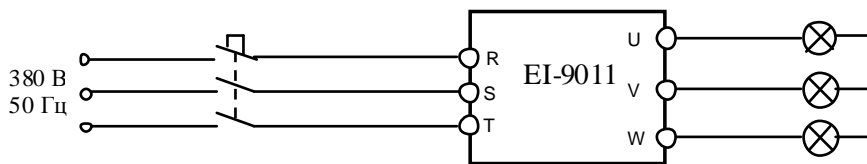

Рис. 4.11. Подключение ПЧ к сети 3ф 380В
- 4.11.1. Подключить три лампы к выходным клеммам U, V, W преобразователя частоты. Подать питание ~380 В 3Ф (рис. 4.11).